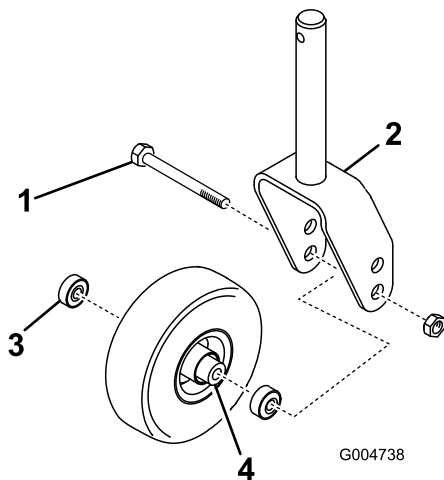

图 23
- 从将脚轮总成固定在脚轮叉之间的螺栓上拆下锁紧螺母图 23。抓住脚轮并将螺栓滑出脚轮叉或枢轴臂。
- 从轮毂上卸下轴承然后让轴承隔片脱落图 23。从轮毂的另一侧卸下轴承。